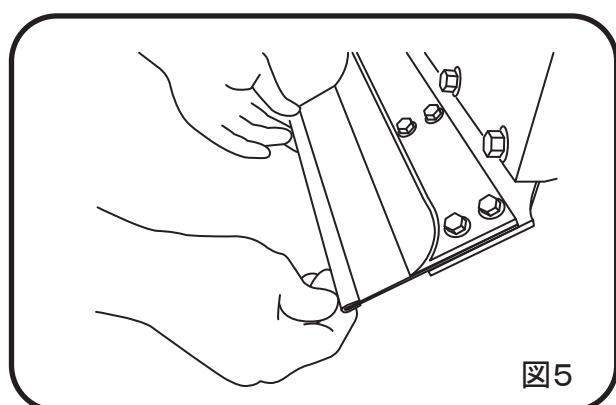

図5
(4) ブレードを奥まで押し込んで下さい。(ブレードの長穴がボルトに当たり動かなくなるまで押し込んで下さい。(図5)